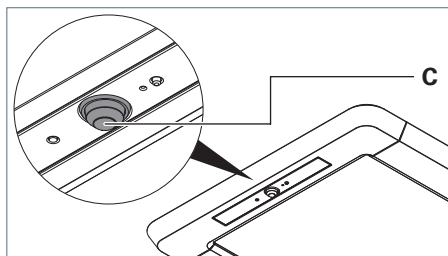
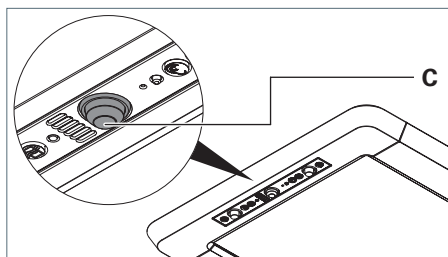

Fig. 29: Capteur PIR, modèle R.
Fig. 30: Capteur PIR, modèle RX.
- Orientez la tête sphérique **C** du capteur PIR dans le sens souhaité, voir Fig. 29 et voir Fig. 30.